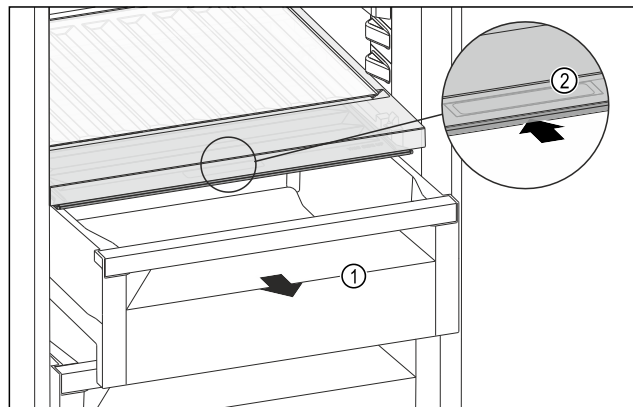

Fig. 173
- ▶ Izvucite ladicu Fig. 173 (1).
- ▶ Primite ručku Fig. 173 (2) na poklopcu pretinca i istodobno povucite poklopac pretinca prema natrag.